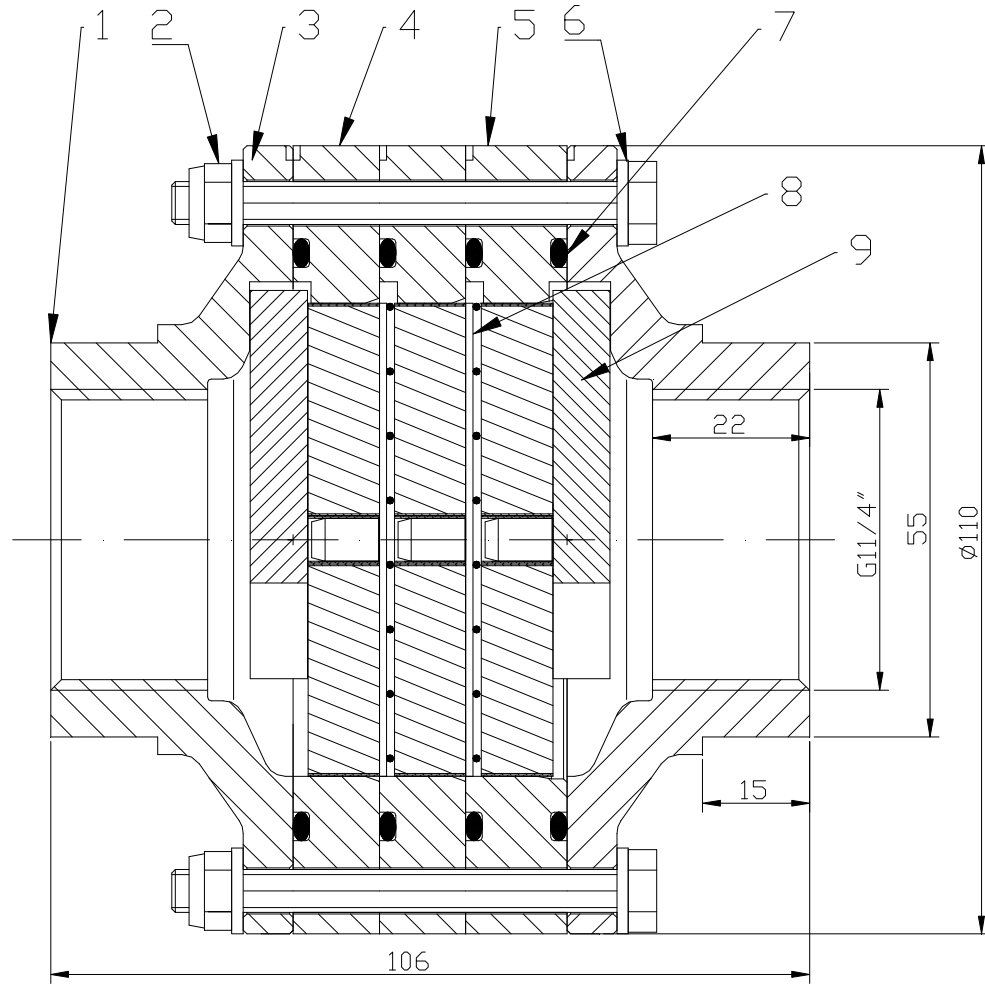

Bild 1
(siehe auch Bild 1)
(siehe auch Bild 1 bzw. Zeichnung 1002-0007-XX#V)
Die Bandsicherung (Pos.5) immer zuerst auf ein Gehäuse (Pos.1) auflegen, um die Abdichtung am Gehäuse und der folgenden Bandsicherung (Pos.4) sicherzustellen. (Siehe Bild 1).
- Bestellnummer (Position siehe **Bild 1**)